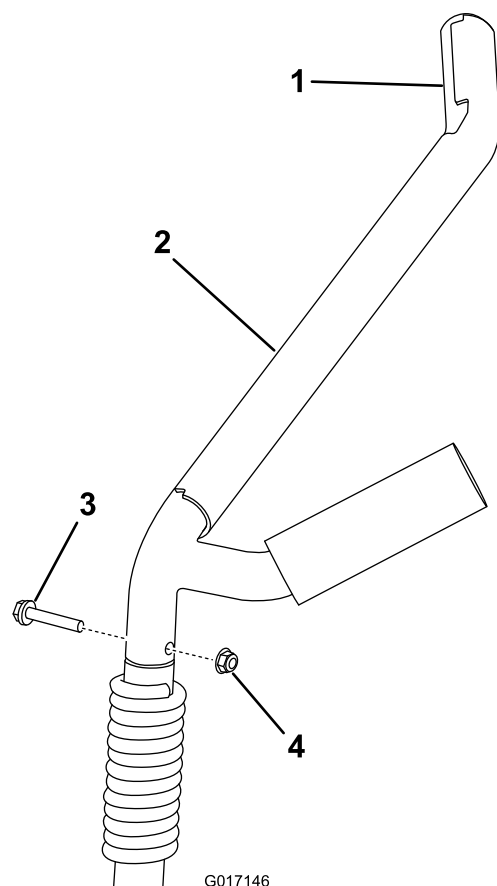

図 14
1. クレードルアーム2本を取り外すボルトとナットを抜けば取り外せる 図 14。